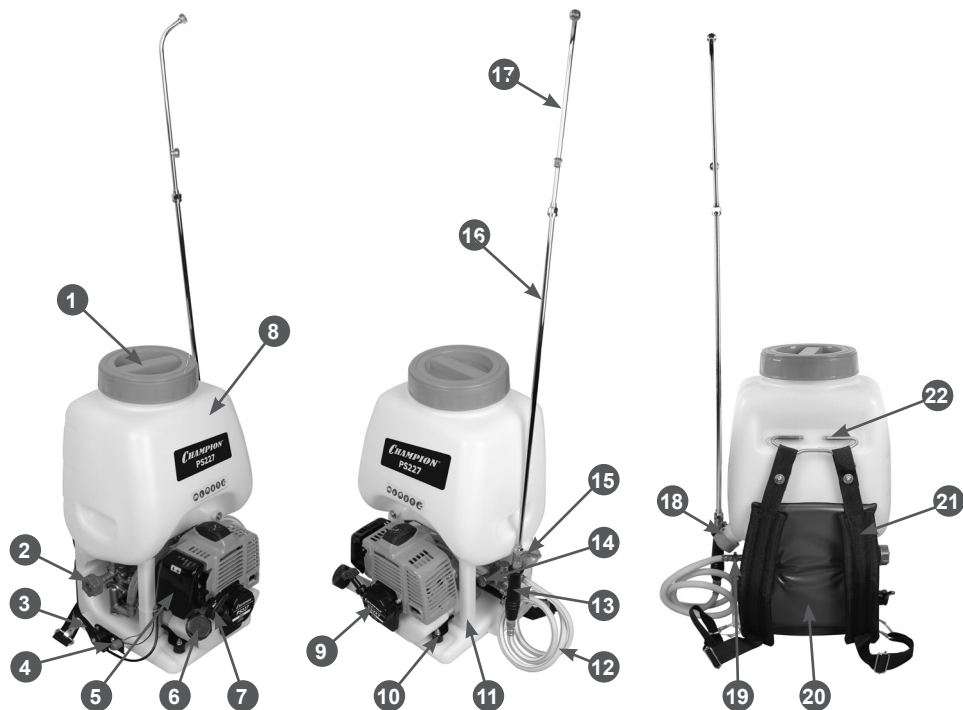

Рис. 1 Основные узлы и органы управления
Основные узлы и органы управления приведены на Рис. 1.
2. Подсоедините один конец шланга опрыскивателя к напорному патрубку 20 насоса, а второй – к рукоятке 13 опрыскивателя (Рис. 1).
Перед запуском двигателя убедитесь, что запорный кран 15 (Рис. 1) закрыт.
2. Перед запуском двигателя убедитесь, что ручка регулятора давления 2 (Рис. 1) находится в положении минимального давления (повернута против часовой стрелки до упора).